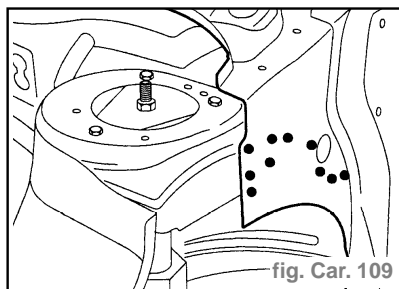

fig. Car. 109
- Solder par points bouchons au MIG (fig. Car. 109).